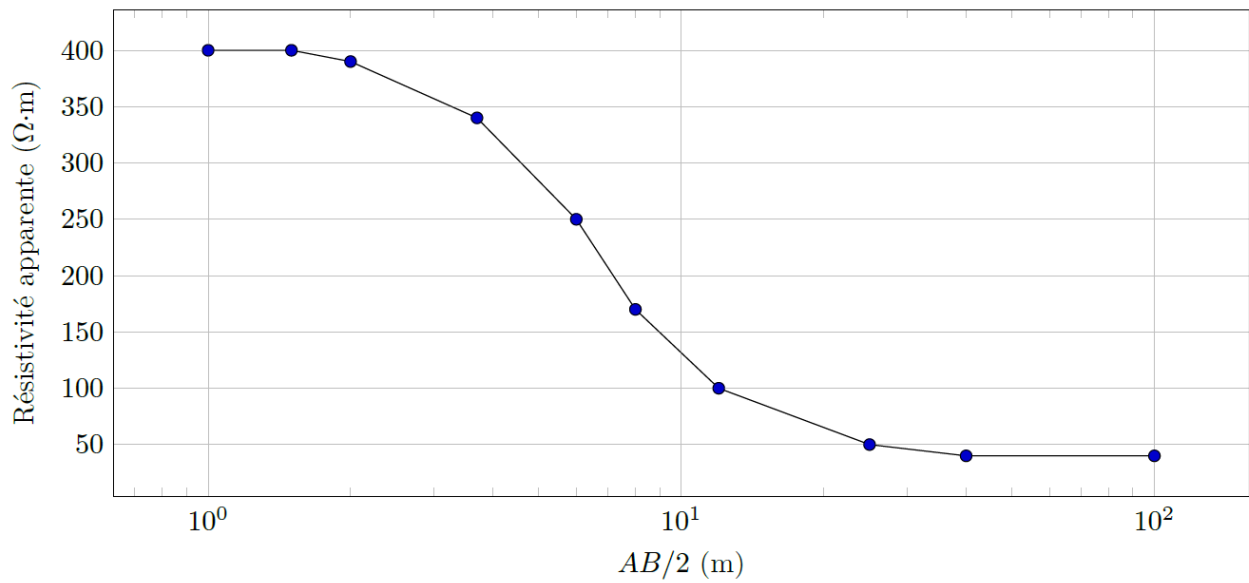
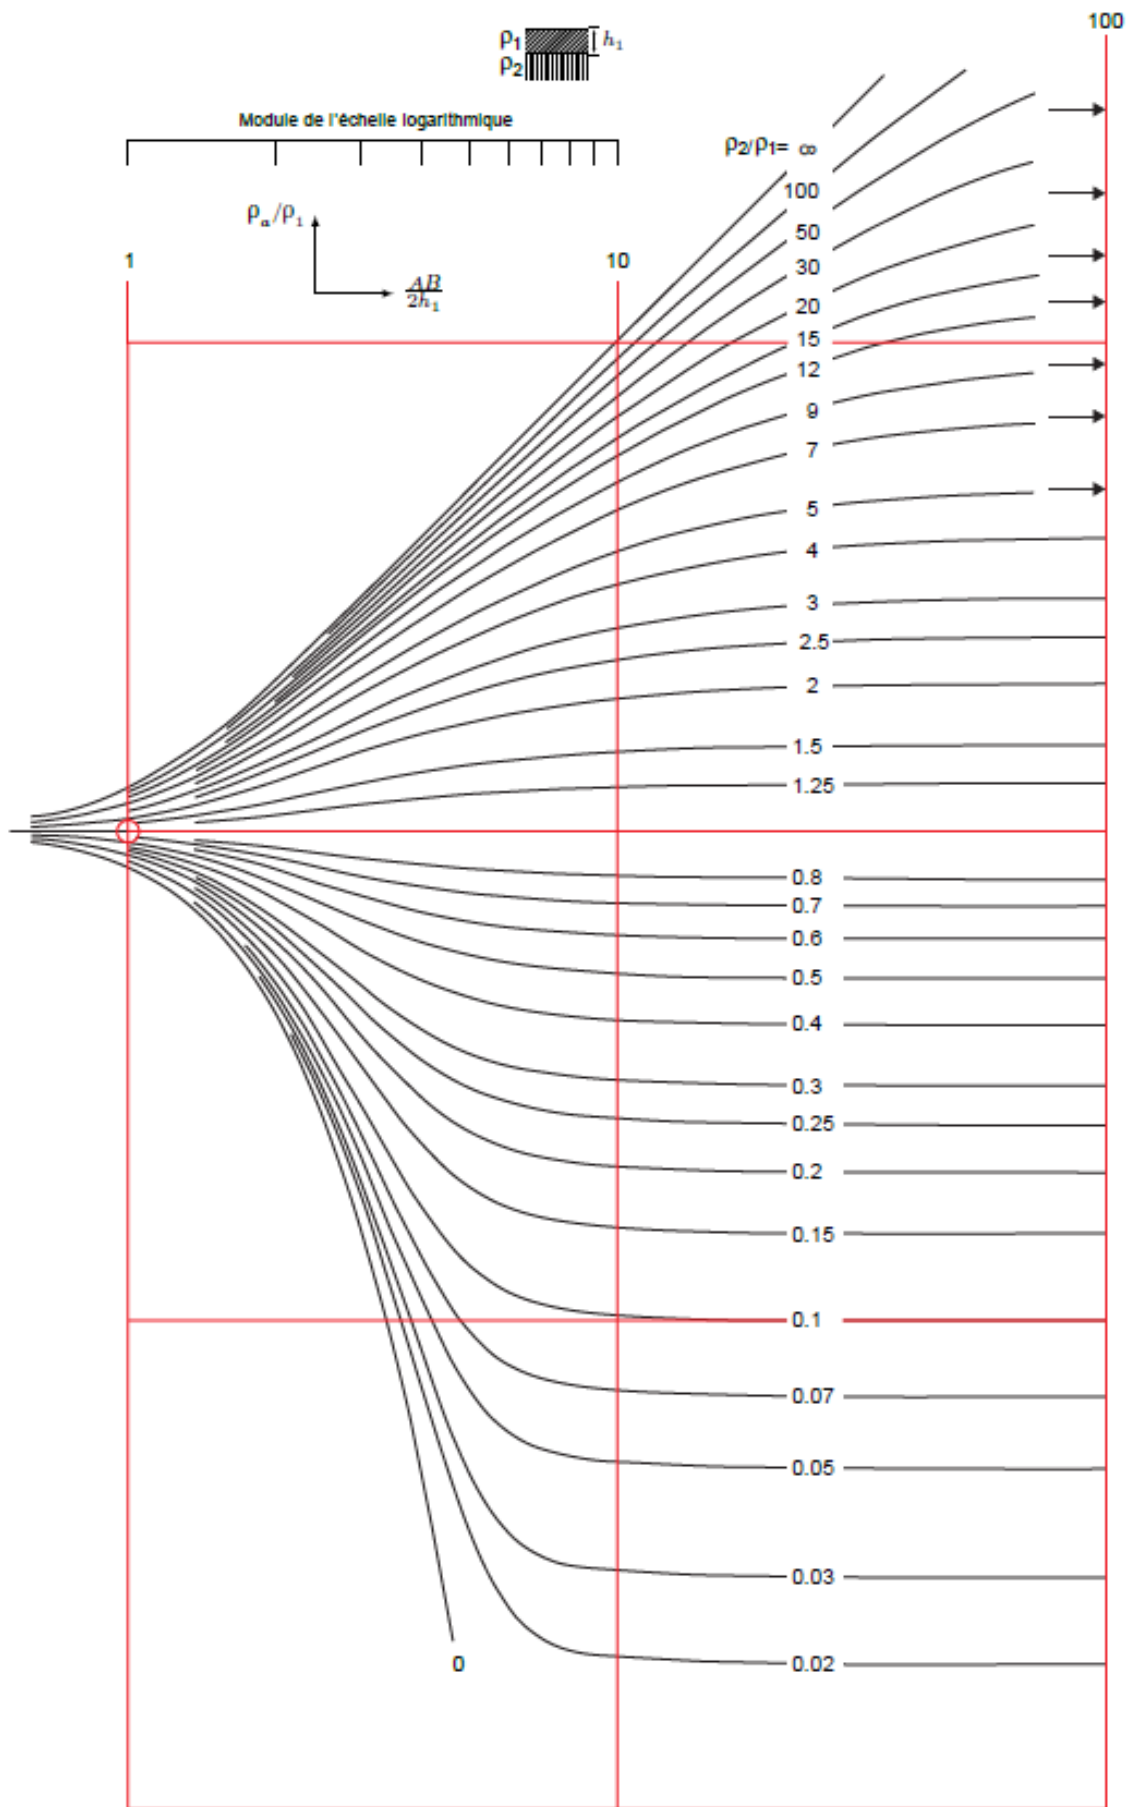

Figure 18 Mesure deux terrains
Figure 19 Abaque CH1
Q 48. La courbe de la figure 18 représente la résistivité apparente  $\rho_a$  mesurée expérimentalement en fonction de la distance  $AB/2$ . Déterminer la résistivité  $\rho_1$  et  $\rho_2$  des terrains ainsi qu'une estimation de la valeur  $h_1$ , épaisseur de la couche supérieure. On s'aidera de l'abaque CH1 donné figure 19 qui représente  $\rho_a/\rho_1$  en fonction de  $AB/2h_1$  en échelle bi-logarithmique. Chaque courbe de cet abaque correspond ainsi à la courbe d'un sondage électrique exécuté sur un sous-sol composé de deux terrains où la première couche a une épaisseur  $h_1$  et une résistivité  $\rho_1$ .
**Abaque CH1 figure 19 : voir page suivante**